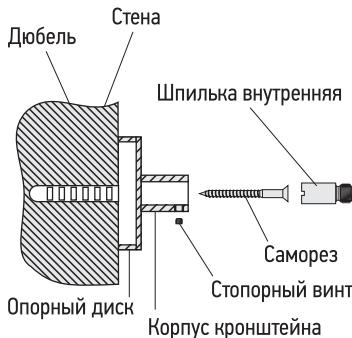

Рис. 9
4.1.3. Кронштейн телескопический (рис. 9).	1 шт.
4.2.3. Кронштейн телескопический (рис. 9).	2 шт.
4.3. Полотенцесушитель крепится к стене телескопическими кронштейнами, что позволяет регулировать расстояние до стены (рис. 9).